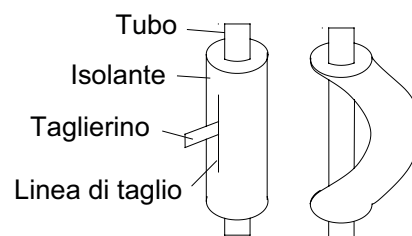

Fig. 9
- (4). Nel piegare la tubazione, non piegarla così com'è: essa rischia di rompersi. In tal caso, tagliare il materiale isolante con un taglierino affilato - come mostrato in Fig. 9 -, successivamente piegare la tubazione. Dopo aver piegato la tubazione nel modo desiderato, riposizionare il materiale isolante sulla tubazione, fissandolo mediante nastro.